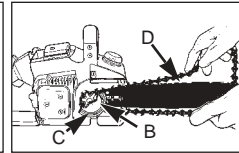

Abb. 4B
2. Schieben Sie die Kette um das Zahnrad (B) hinter der Kupplung (C) herum. Beachten Sie, dass die Glieder zwischen den Zähnen eingelegt sein müssen (Abb. 4B).
3. Führen Sie die Antriebsglieder in die Rille (D) und das Ende der Schiene ein (Abb. 4B).